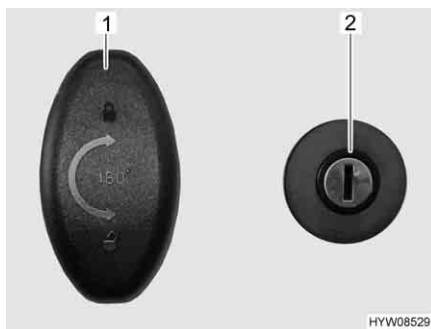

Fig. 50 Serratura della porta (porta del garage)
- Inserire la chiave nel cilindro della serratura (Fig. 50,2) e ruotare in senso orario. La chiusura centralizzata è sbloccata.
- Girare la la maniglia della serratura (Fig. 50,1) in senso antiorario di un mezzo giro e aprire la porta del garage.
- Girare la la maniglia della serratura (Fig. 50,1) in senso antiorario di un mezzo giro.
- Inserire la chiave nel cilindro della serratura (Fig. 50,2) e ruotare in senso antiorario. La chiusura centralizzata è bloccata.